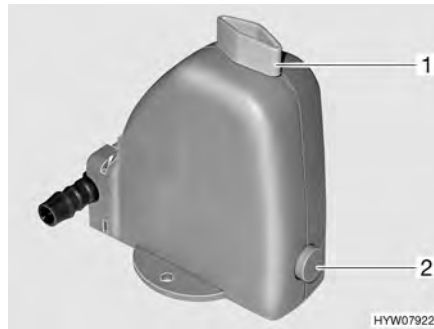

Fig. 174 Válvula de seguridad/purga de la caldera
La caldera está equipada con una válvula de seguridad/purga (Fig. 174). La válvula de seguridad/purga evita que el agua de la caldera se congele cuando no esté conectada la calefacción en caso de helada.
- Cerrar la válvula de seguridad/purga. Para ello, girar el botón giratorio (Fig. 174,1) a la posición transversal en referencia a la válvula de seguridad/purga y hundir el pulsador (Fig. 174,2).
- Abrir la válvula de seguridad/purga. Para ello, girar el botón giratorio (Fig. 174,1) a la posición longitudinal en referencia a la válvula de seguridad/purga. El botón de presión (Fig. 174,2) salta hacia fuera. La caldera se vacía hacia fuera a través de la válvula de seguridad/purga.